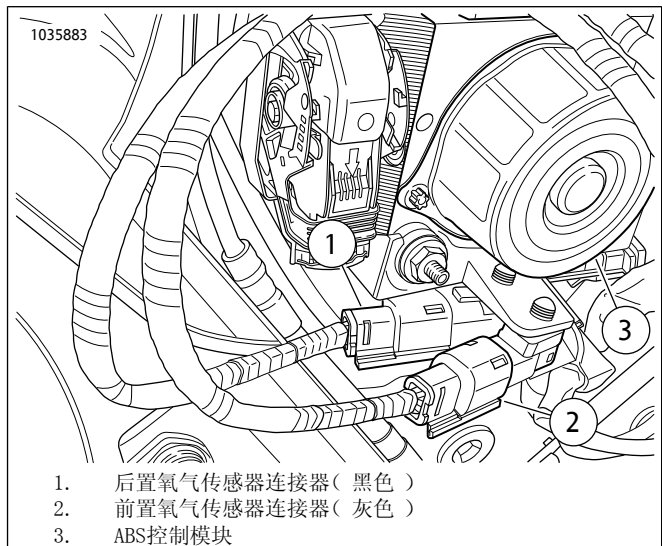

图13。ATM主线束连接
12. 参见图13和图8。在ABS控制模块（2）后方向外布设灰色（3）和黑色（1）连接器线束引线并连接至主线束。匹配连接器颜色：黑色对黑色，灰色对灰色。